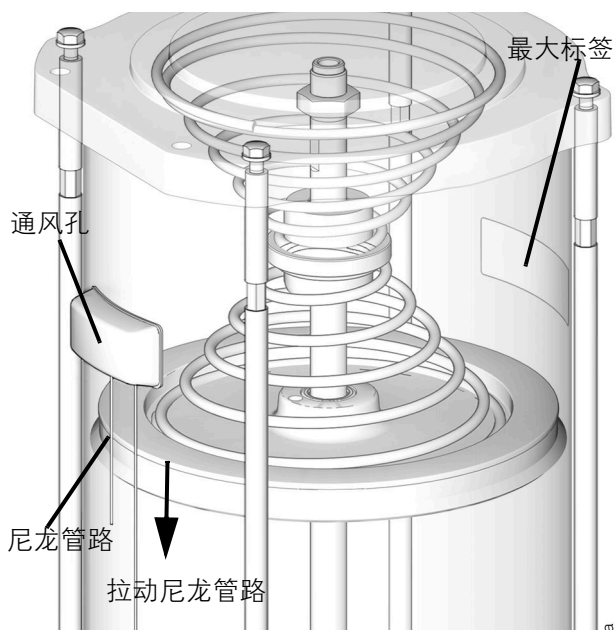

图 10
**注意：**如图 10 所示拉动尼龙管路，以避免将通风孔拉离泵体。
- 继续加注，直到压油盘到达略低于通风孔的“最大”标签（图 10）。